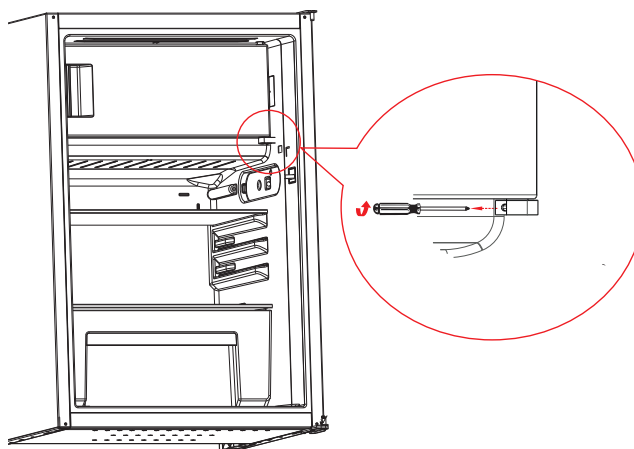

Fig. 4
- ▶ Skru skruen til frostboksens hængsel ud med en stjerneskrue-trækker (fig. 4).